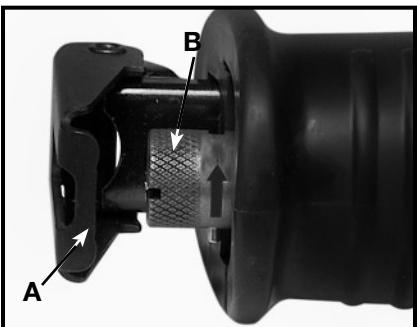

Fig. 6
- Gire la zapata de guía (A) Fig. 6, hacia adelante para aumentar la entrada al seguro de segueta (B) Fig. 6.